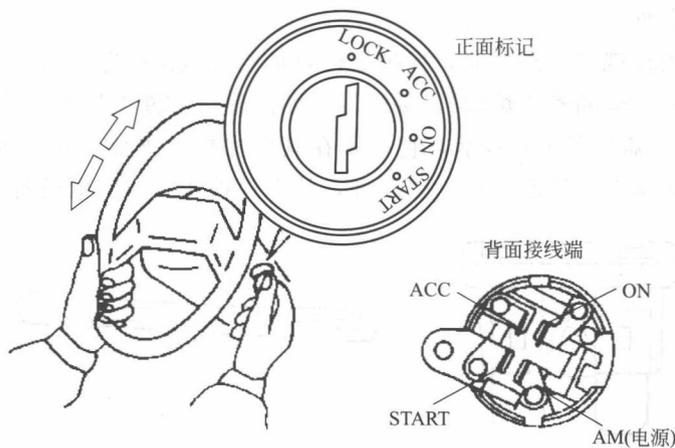

图 1-4 点火开关
① 点火开关 点火开关是汽车电路中最重要开关，锁式点火开关由锁芯和开关两部分组成，如图 1-4 所示。点火钥匙插入锁芯后，可以使锁芯转动；为多挡开关，其挡位有关闭及锁止挡（LOCK 挡，断开电气设备供电电源，并锁住转向轴）、附件挡（ACC 挡，接通部分电气设备供电电源）、点火挡（ON 或 IG 挡，接通大部分电气设备供电电源）、启动挡（ST 或 START 挡，控制起动机工作，不能自行定位，松开点火钥匙后弹回点火挡）。